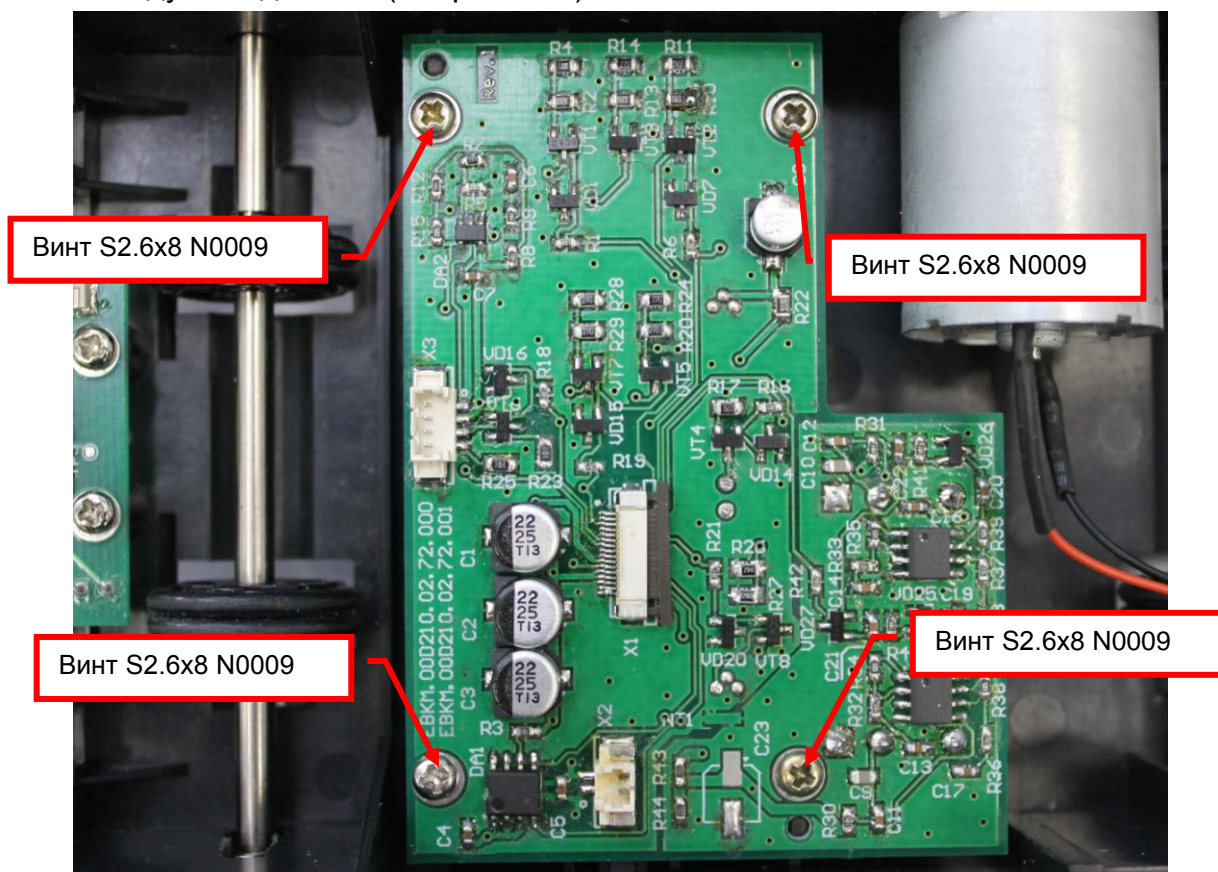

Рис. 8.22
8.9.3 Вывинтите, с помощью отвертки Ph1, винты S2.6x8 N0009 (4 шт.). Снимите модуль подсветки (см. рис.8.22).